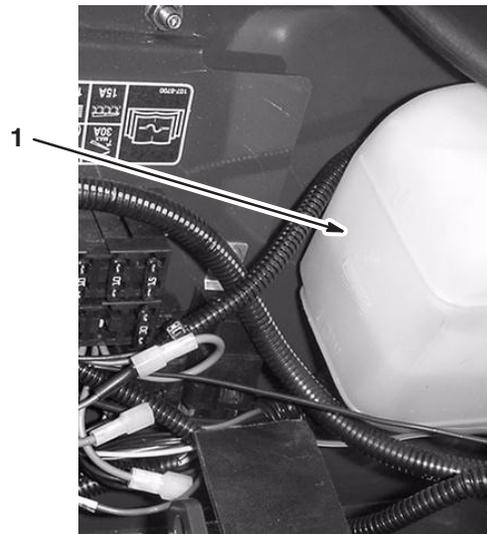

Bild 6
3. Schrauben Sie den Kühlerdeckel (Bild 5) und den Deckel vom Ausdehnungsgefäß vorsichtig ab (Bild 6).